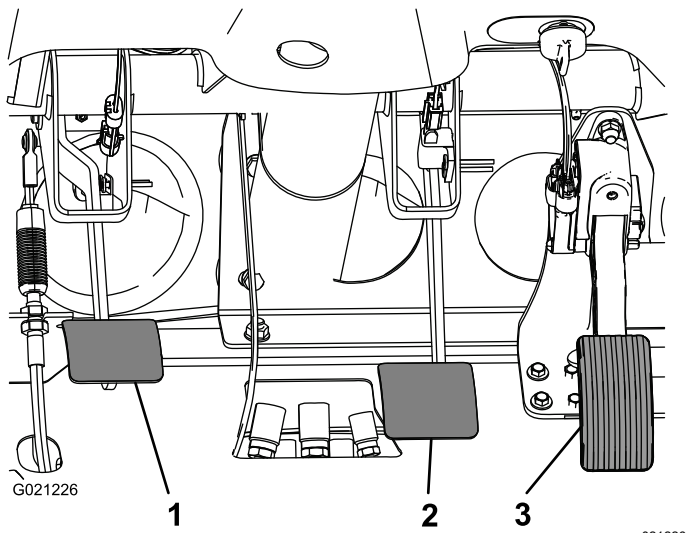

Figura 67
2. Levante o pedal de travão (Figura 67) até que este entre em contacto com a estrutura.
3. Desaperte as porcas de retenção que fixam a culatra ao eixo do cilindro principal (Figura 67).